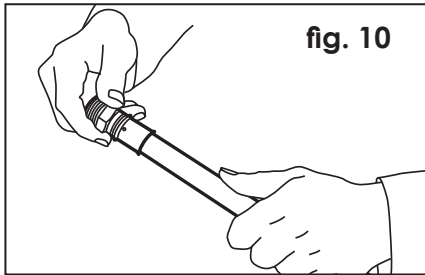

fig. 10
b) Fitting bis zum Anschlag auf das Verbundrohr aufstecken (fig. 10); die korrekte Einstecktiefe